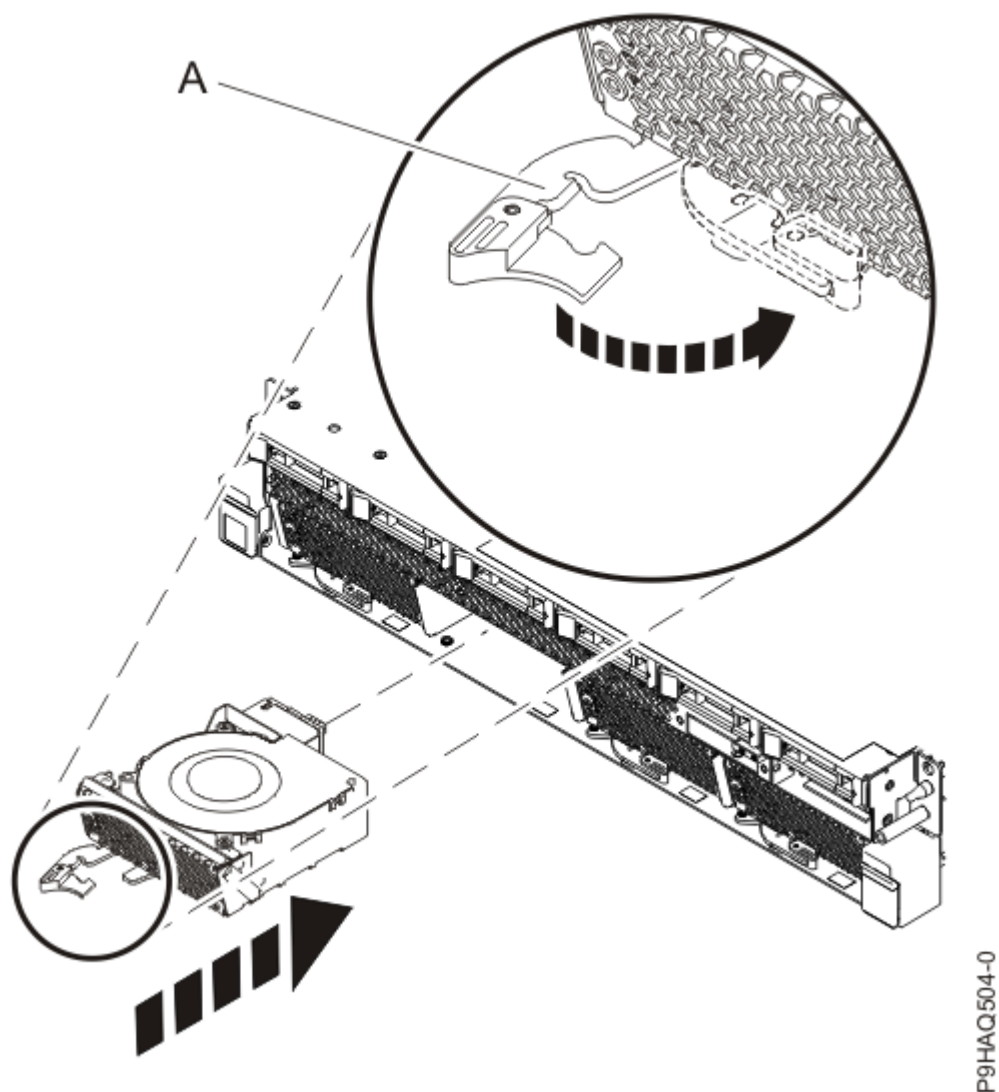

図 6. システムでのファンの再取り付け
2. ファンのハンドル **(A)** が、8 ページの図 6 に示すように開いていることを確認します。
3. ファンの底部を手で支えながら、ファンをスロットに位置合わせし、スライドさせてシステムに入れます。8 ページの図 6 を参照してください。
4. ハンドル **(A)** を、示されている方向に回転させてから、ラッチが所定の位置にロックされるまでファンのハンドルを押します。8 ページの図 6 を参照してください。